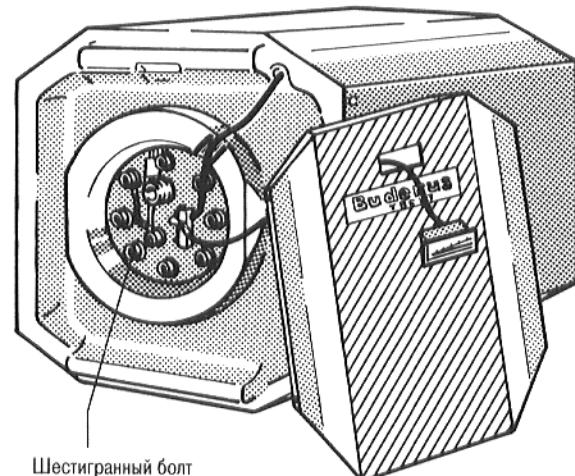

Рис. 13
- Вывинтить шестигранные болты из крышки ручного отверстия, снять крышку ручного отверстия, вместе с магниевым анодом и уплотнением (рис. 13).
- Вставить опять крышку для ручного отверстия и магниевый анод (рис. 13).